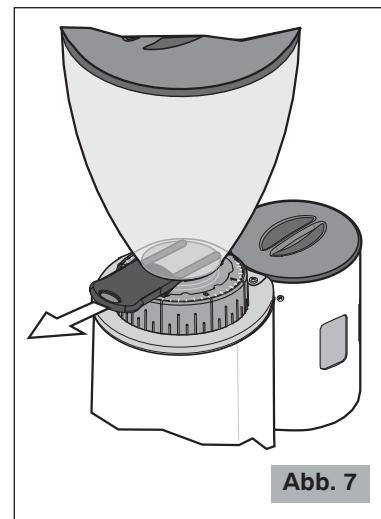

Abb. 7
- !** Vergewissern Sie sich, dass der Kaffeebohnenbehälterverschluss des Kaffeebohnenbehälters vollständig bis zum Anschlag offen ist (letztes Einrasten) (siehe Abb. 7).